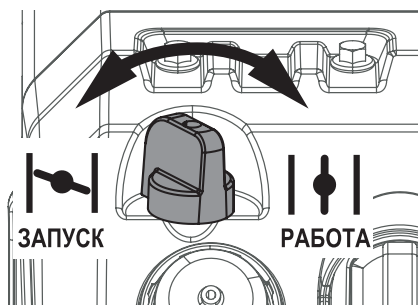

Рис. 20. Рычаг управления воздушной заслонкой
- Закройте воздушную заслонку карбюратора. Для этого поверните рычаг управления воздушной заслонкой против часовой стрелки до упора (Рис. 20).